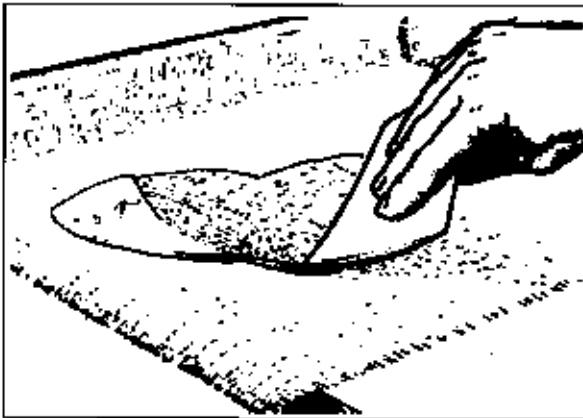

Abb. 8-13 Verteilen Sie das Epoxidharz von der Mitte zu den Rändern des Gewebes mit Spachtel oder Schaumroller.
5. Das Harz wird nun mittels Plastikspachtel 808 in die Oberfläche eingearbeitet, von der Mitte zu den Seiten hin und mit nur leichtem Druck (Abb. 8-13). Beim Tränken wird das Gewebe nun transparent, was anzeigt, daß es ausreichend Epoxidharz aufgesogen hat.